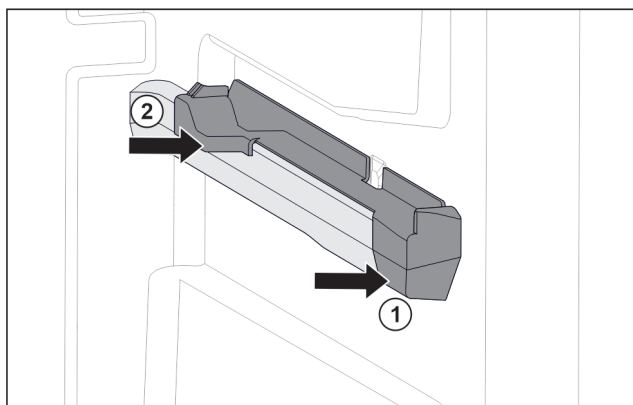

Fig. 118 Nasazovací díl na pravém žebrování na nádoby
- Nasadte nasazovací díl na žebrování na nádoby. Fig. 118 (1)
- Přitlačte nasazovací díl k zadní části. Fig. 118 (2)